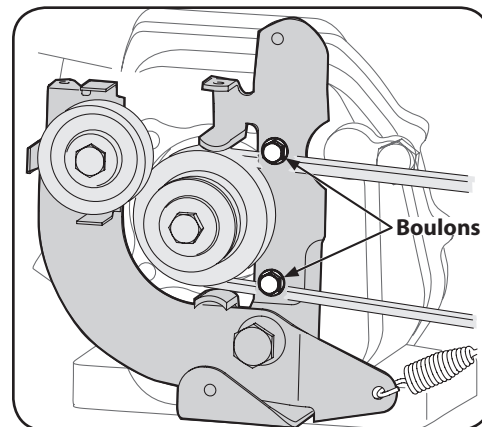

Figure 5-7
4. La courroie d'entraînement de marche avant ne pourra pas être enlevée des garde-courroies placés près de la poulie du moteur. Vous devez retirer le support de la poulie de tension de marche arrière pour pouvoir enlever la courroie de la poulie du moteur. Retirez les deux boulons et déplacez le support vers la poulie de la transmission. Gardez-les pour utilisation ultérieure. Voir Figure 5-7.